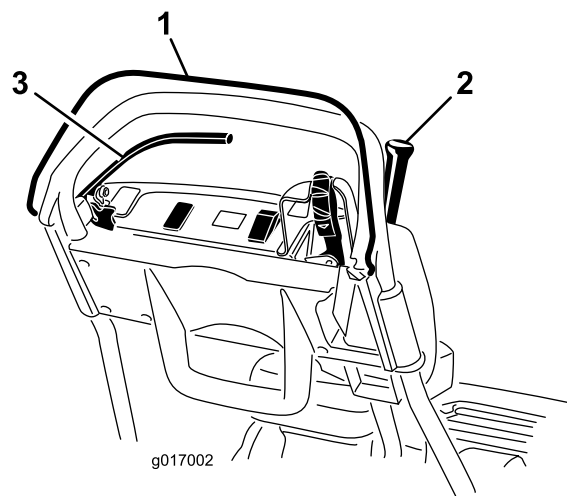

图34
2. 放开操作员到位控制装置后，尝试接合牵引杆（图34）。牵引杆应该不能接合。如果牵引杆能够接合，则需要对联锁系统进行维修。请在操作之前解决该问题。
3. 压下操作员到位控制装置并接合牵引杆，然后松开操作员到位控制装置（图34）。牵引杆应脱离。如果牵引杆不能分离，则需要对联锁系统进行维修。请在操作之前解决该问题。
4. 压下操作员到位控制装置并将换挡控制杆移至左侧、接合牵引和滚刀驱动装置、然后松开操作员到位控制装置（图34）。牵引杆应脱离。如果牵引杆不能分离，则需要对联锁系统进行维修。请在操作之前解决该问题；请参阅 维护牵引联锁开关（页码 31）。